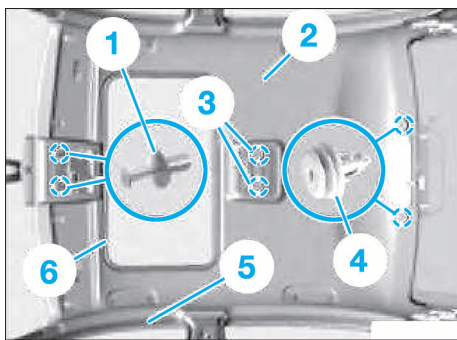

FIG. 69
- Défaire les rivets expansibles (1) (Fig.69).